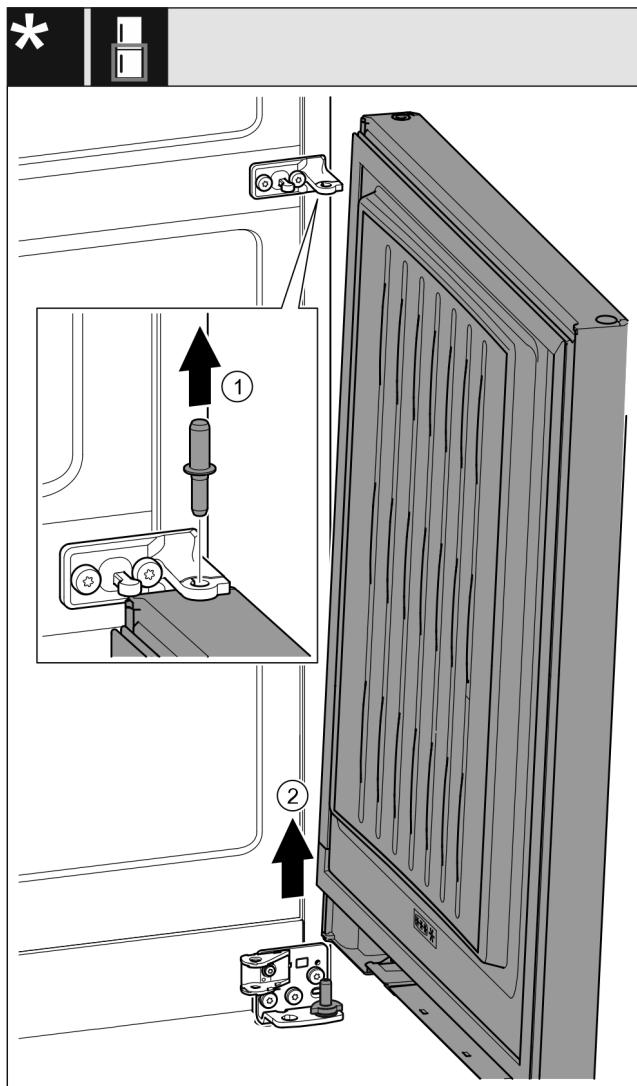

Fig. 23 \*
- ▶ Издърпайте болта нагоре. Fig. 23 (1)\*
- ▶ Завъртете навън вратата, издърпайте я нагоре и я сложете настрани. Fig. 23 (2)\*